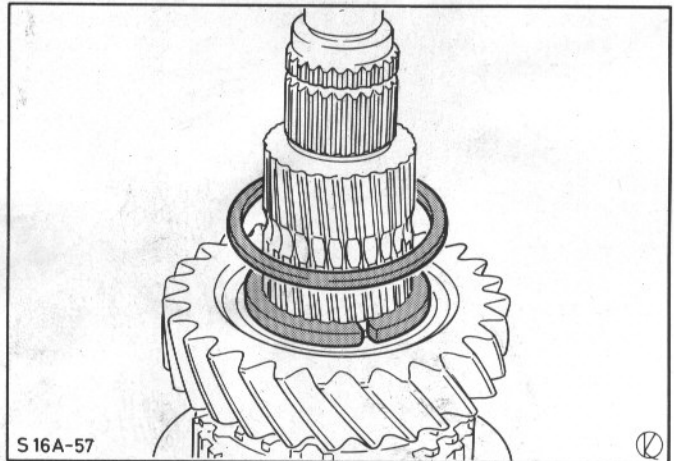

Abb.126 Druckscheiben und Sicherungsring vom 2. Gang-Zahnrad abnehmen
23. 2. Gang-Zahnrad abbauen. Druckscheiben mit Sicherungsring und Zahnrad von Hauptwelle abnehmen, Abb.126.